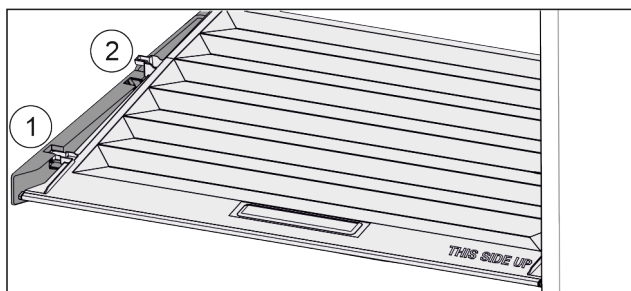

Fig. 32
- ▶ Vytáhněte víko dopředu až k otvoru v přídržných dílech Fig. 32 (1).
- ▶ Vzádu zesponu nadzvedněte a vyjměte směrem nahoru Fig. 32 (2).